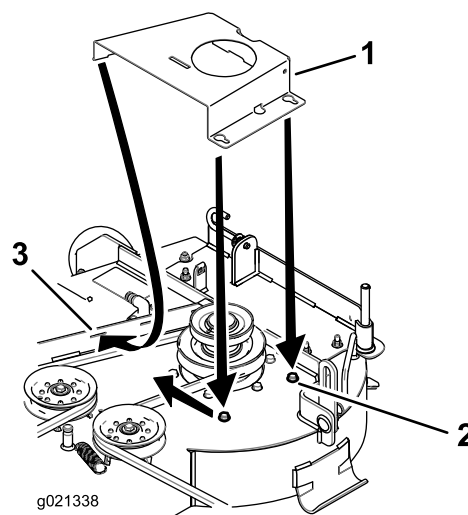

Figure 9
7. Glissez le couvercle de courroie en métal en avant pour que les languettes avant s'engagent dans les fentes et que les têtes des boulons glissent dans les trous allongés (Figure 9).
4. Pour les machines équipées de boutons de couvercle de courroie (Figure 3), montez les boulons utilisés pour le support. Reportez-vous à la Figure 9 pour l'utilisation